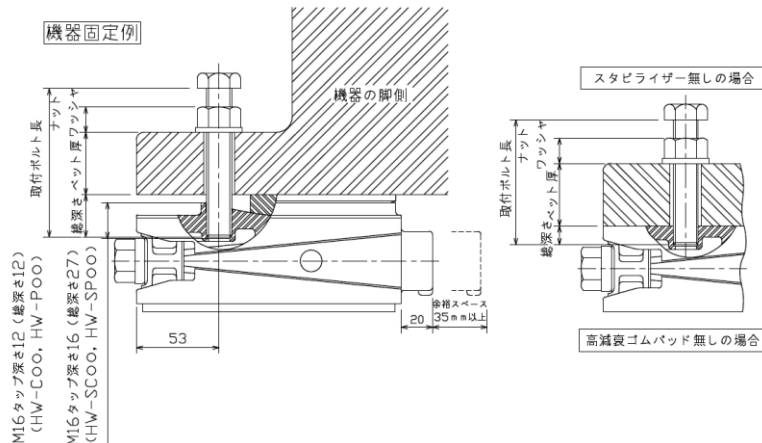
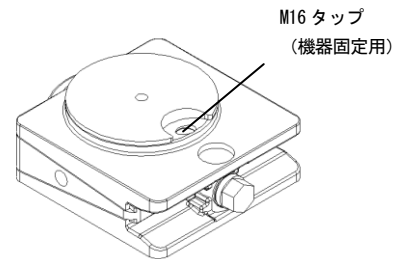

図1
図2 (HW-SC1717)
- (1) 所定の位置に配置されたハイウェッジの上に、機器を設置します。
- ※ レベル調整時、中(クサビ形状) パーツが前後に移動します。ハイウェッジ後部に35mm以上のスペースを確保ください。(図1)
- (2) ハイウェッジと機器をボルトで固定する時は、ボルト・ナット・ワッシャを機器の脚側より挿入し、ハイウェッジの取り付けタップ穴にねじ込みます。(図1、図2)
- (3) ハイウェッジ前面にある六角頭(六角穴)を工具で回し、機器のレベル調整を行います。時計方向に回すとレベルがアップし、反時計方向に回すとレベルはダウンします。